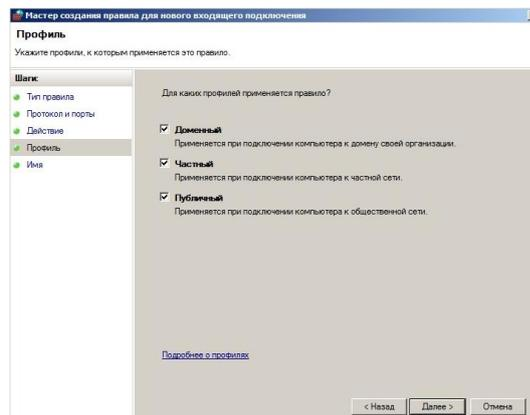

Рисунок 28 — Окно Профиль
7) В окне Профиль (см. рисунок 28) укажите профили Доменный, Частный, Публичный.